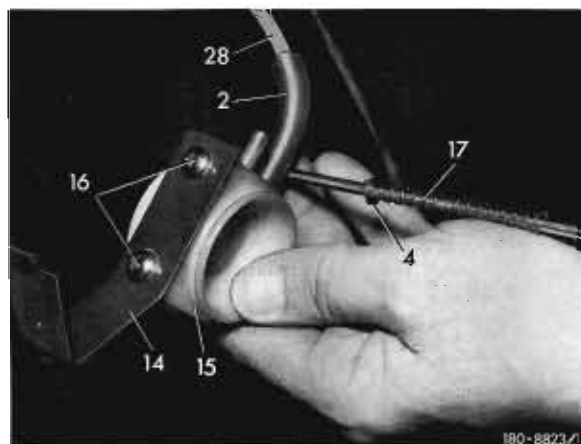

Bild 7
20 Halter (14) mit den Blechschrauben (16) am Unterdruckelement (15) anschrauben. Anschließend Scheibe (4) und Druckfeder (17) auf die Schaltstange des Unterdruckelements (15) schieben (Bild 7).